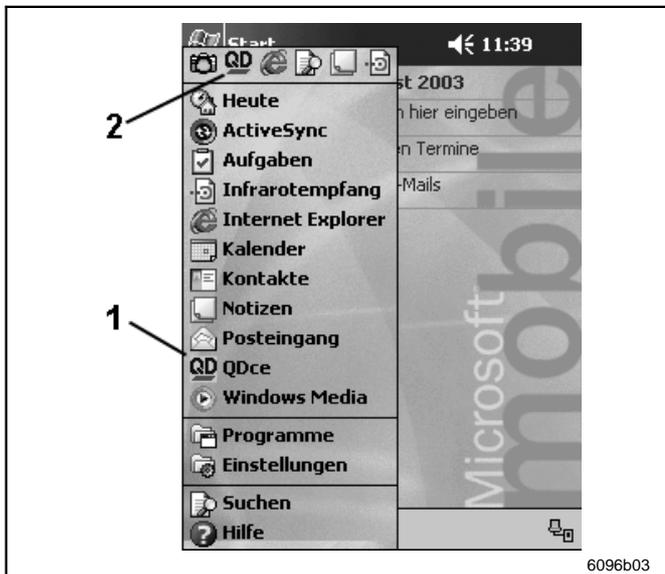

Abb. 6 Starten der Software QDce
- ➔ Starten Sie die Quickdata-Software (QDce) aus dem Startmenü (siehe Abb. 6) oder vom Installationsort (ggf. unter /Windows/Programme).